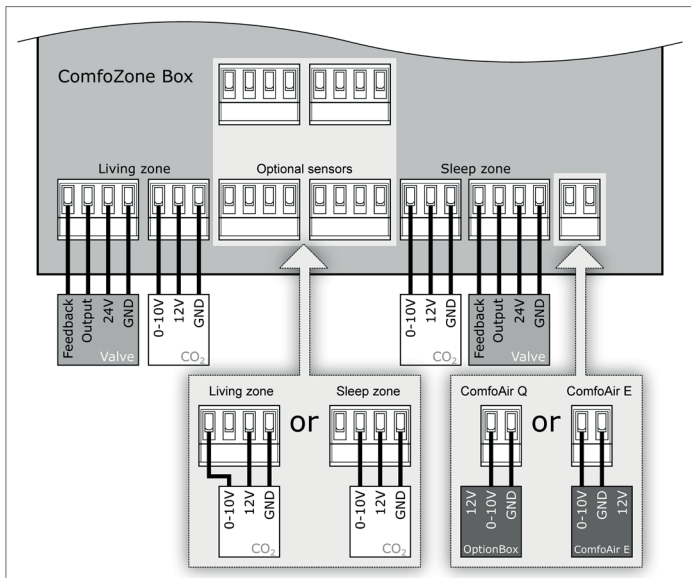
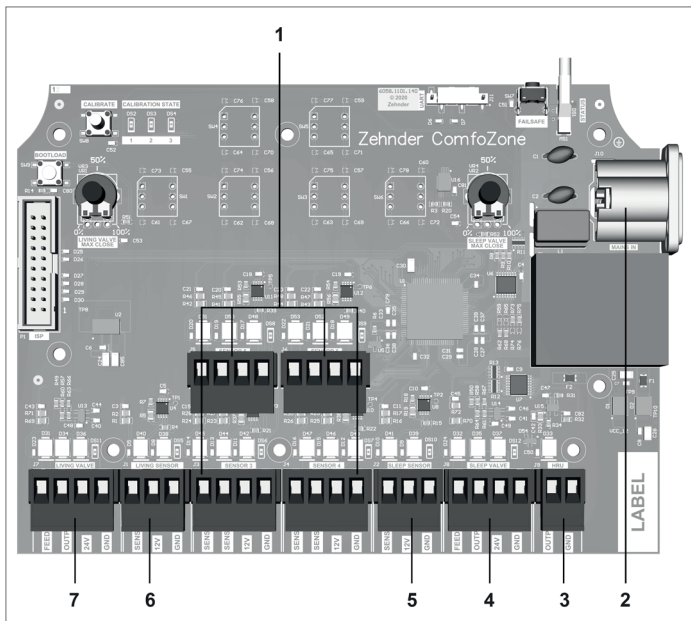

Fig. 3.1 - Aansluitschema ComfoZone Box
Fig. 4.3 - ComfoZone Box PCB
De ComfoZone Box kan met maximaal zes CO2 Sensoren 0-10V (woon- en/of slaapzone) worden aangesloten (Fig. 3.1):
3. Bevestig de connector van de slaapzone klep (Fig. 4.3, pos. 4) en woonzone klep (Fig. 4.3, pos. 7).
4. Bevestig de connector van de CO2 Sensor slaapzone (Fig. 4.3, pos. 5) en CO2 Sensor woonzone (Fig. 3.1 en Fig. 4.3, pos. 6).
5. Bevestig de connector van de warmte-terugwinunit (Fig. 4.3, pos. 3).
6. Bevestig de connectoren van de optionele CO2 Sensoren (Fig. 4.3, pos. 1) indien meer dan 2 CO2 Sensoren aangesloten dienen te worden (Fig. 3.1).
7. Bevestig de connector van de voeding (Fig. 4.3, pos. 2).